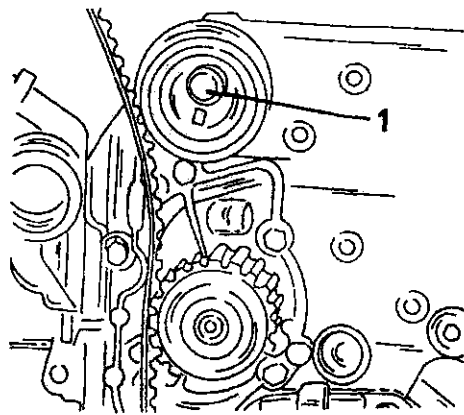

Рис. 142. Отжать натяжной ролик наружу после ослабления болта (1). При этом ремень ослабляется и может быть снят.
- Ослабить болт натяжителя зубчатого ремня (Рис. 142), отжать натяжной ролик наружу и снять зубчатый ремень. Если требуется, могут быть также заменены зубчатый шкив распределительного вала, зубчатый шкив коленчатого вала или натяжной ролик. Независимо от вида работ ни в коем случае не проворачивать ни распределительный, ни коленчатый вал.